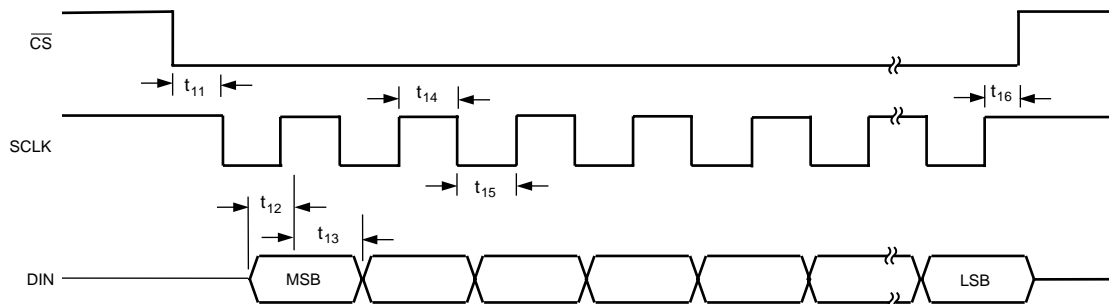

図2 書き込みサイクルのタイミング図
- 図2と図3を参照。
図2と図3に、デバイスのデコードに \overline{CS} を使ったAD7719に対するインターフェースのタイミング図を示します。図3にAD7719の出力シフト・レジスタの読み出し動作を、図2に入力シフト・レジスタに対する書き込み動作を、それぞれ示します。最初の読み出し動作の後に、RDYラインがハイレベルに戻った後でも、出力レジスタから同じデータを読み出すことができず、次の出力更新が開始される前に読み出し動作が完了するように、注意する必要があります。